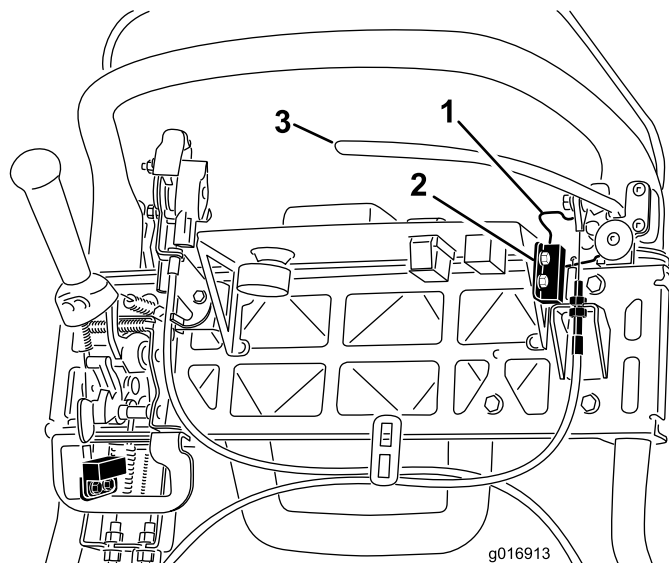

図 40
4. インタロックスイッチを固定しているねじをゆるめる 図 40。
5. 駐車ブレーキのラッチとインタロックスイッチとの間に厚さ 1.6mm のシムをはさむ 図 40。
4. ケーブルの張りを強くするには、上側ケーブルのジャムナットをゆるめて、下側ケーブルのジャムナット 図 40 を締め、156 N15.8 kg の力で駐車ブレーキのラッチが解除されるように調整するブレーキバンドが締まりっぱなしにならないよう注意すること。